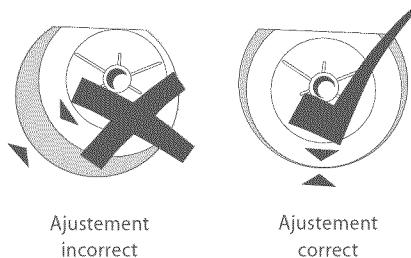

Fig.8 Vérifiez le tambour pour vous assurer que la laveuse est au niveau
- 5 Ouvrez le couvercle et vérifiez le tambour de la laveuse pour vous assurer qu'il est bien centré et légèrement vers l'avant (Fig.8).